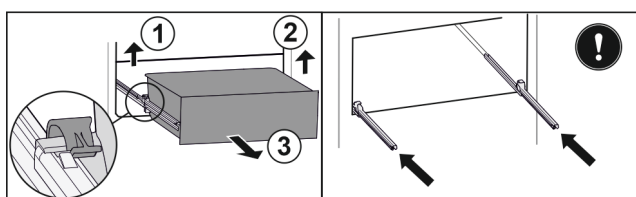

Fig. 103
- ▶ Soulever la bride gauche et tirer dans le même temps la partie gauche du tiroir vers l'avant. Fig. 103 (1)
- ▶ Soulever la bride droite et tirer dans le même temps la partie droite du tiroir vers l'avant. Fig. 103 (2)
- ▶ Retirer le tiroir par l'avant. Fig. 103 (3)